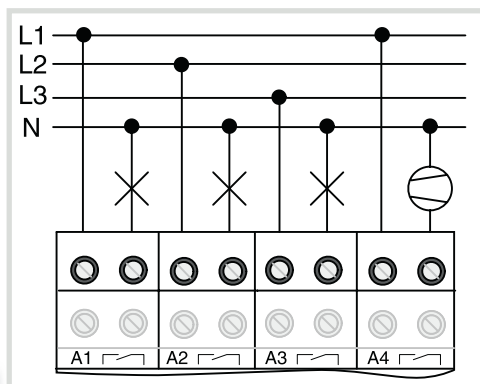

Figure 4 : Branchement de charges ON/OFF
- Brancher des charges (Fig. 4). Observer les limites de charge admissibles (Caractéristiques Techniques).